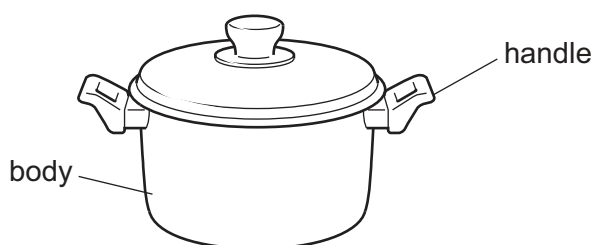

Fig. 2.1
- 2 Fig. 2.1 shows a saucepan.